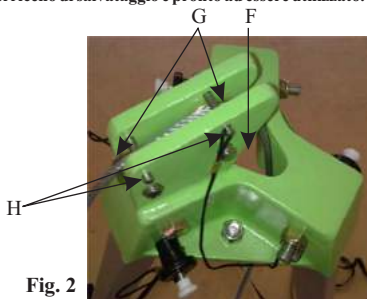

Fig. 2
- 6- Passare il cavo nel foro centrale della testa del treppiede F (Fig. 2)